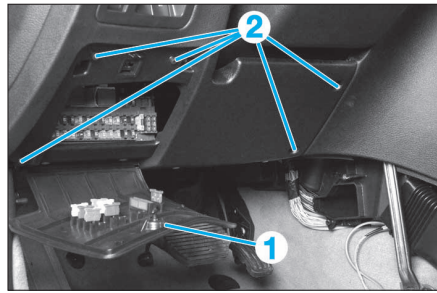

FIG. 21
- Ouvrir la trappe de boîte à fusibles (1) (Fig.21).